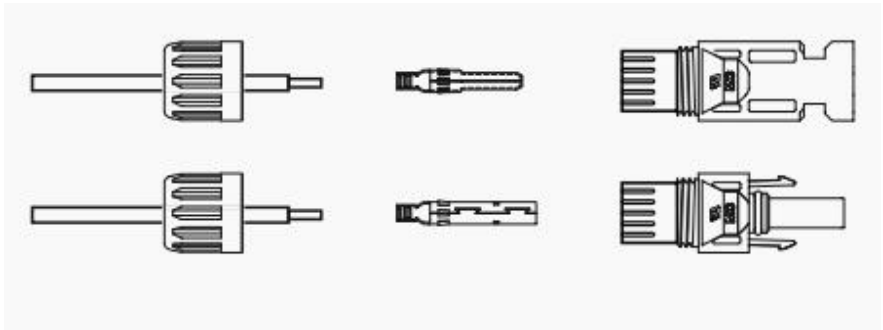

图 3.3 拆卸连接器盖
1. 将直流电缆线护套剥开约 7mm，拆卸连接器盖螺母，如图 3.3 所示：